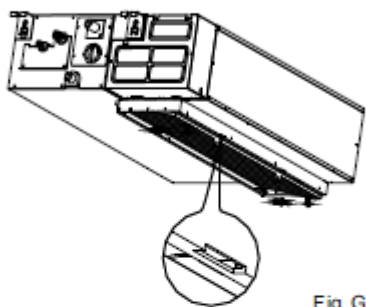

Fig.G2
2. Dla urządzeń z filtrem zamontowanym od dołu należy unieść filtr lekko do góry zwolnić trzymające go zatrzaski, a następnie wyjąć go zgodnie z zaznaczonymi na nim strzałkami patrz Fig.G2.